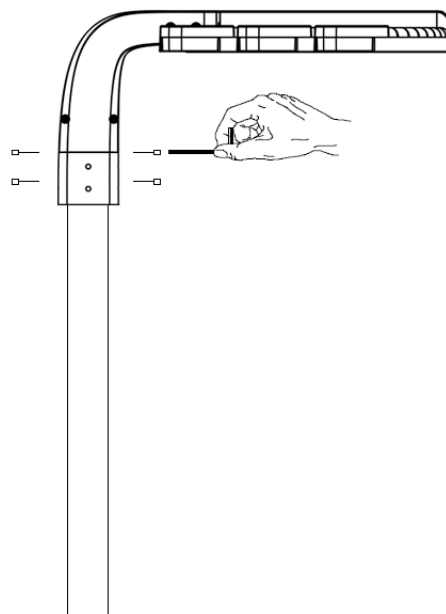

Рис. 2
6.3.3 Закрепить светильник на трубе, используя комплект креплений. Момент затяжки винтов - 8Нм (рис.2)